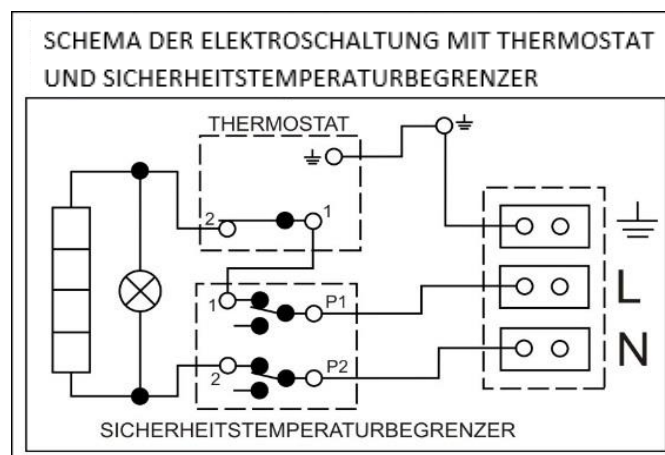

Abbildung 9
- Das Schema des Elektroanschlusses ist dem Wassererhitzer am Gehäuse der Elektroinstallation (Abbildung 9) beigelegt.